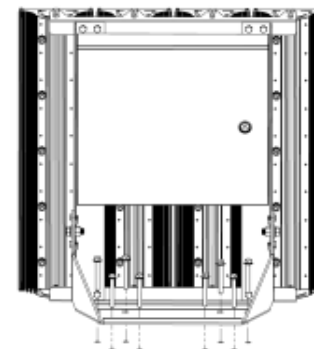

Рис. 1
- Тип крепления: поворотный кронштейн (Рис.1);
Приложить светильник кронштейном к монтажной поверхности. Произвести крепление кронштейна к монтажной поверхности, сориентировать светильник в требуемом направлении. Затянуть фиксирующие болты (Рис.1);